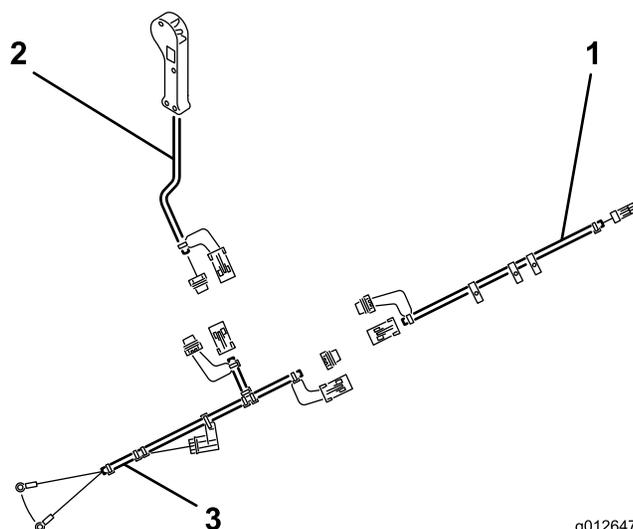

Figure 8
1. Branchez le connecteur du faisceau du topdresser au connecteur de l'électrovanne de la machine (Figure 8).